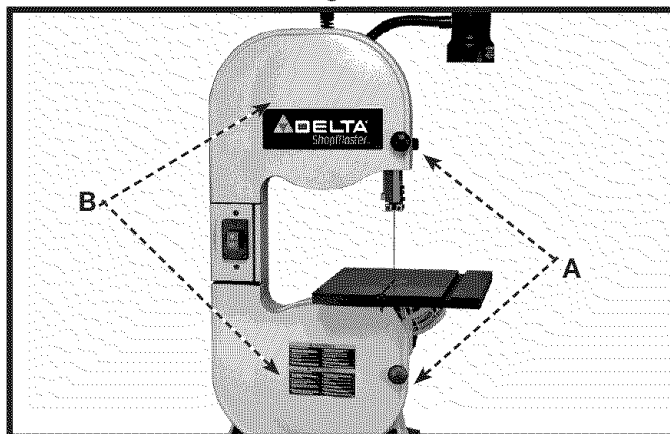

Fig. 23
Lors de réglages comme un changement ou un alignement de lame ou un réglage du guide de lame, etc. les portes (B) fig. 23, peuvent être ouvertes comme suit :
1. Appuyer sur les deux loquets (A) fig. 23, et ouvrir les portes (B).
3. Pour fermer et verrouiller les portes (B) fig. 23, appuyer sur les portes directement au-dessus des loquets (A) jusqu'à ce que les loquets s'enclenchent en position fermée.